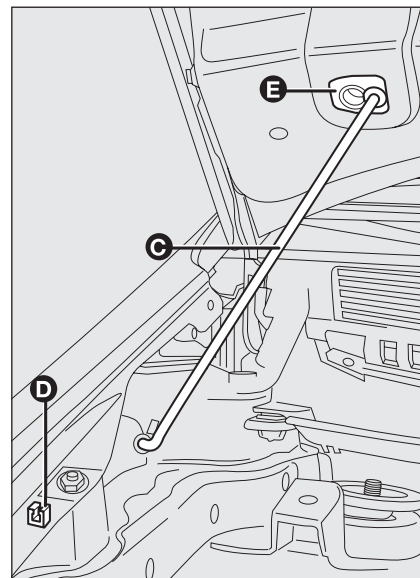

fig. 124
- ☐ soulever le capot et en même temps dégager la barre de soutien **C-fig. 124** de son dispositif de blocage **D**, puis introduire l'extrémité de la barre dans le compartiment **E** du capot.
- ☐ tenir le capot soulevé d'une main et de l'autre enlever la béquille **C-fig. 124** du logement **D** et la remettre dans son dispositif de blocage **E**;